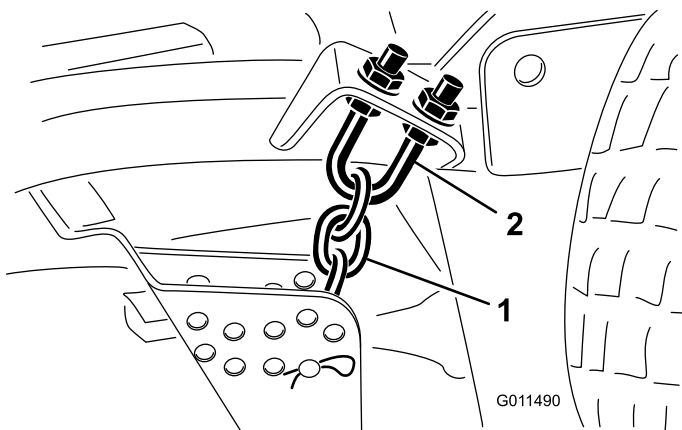

Figure 78
3. Enlevez la goupille fendue et l'axe de chape qui fixent les chaînes de hauteur de coupe à l'arrière du tablier de coupe (Figure 78).